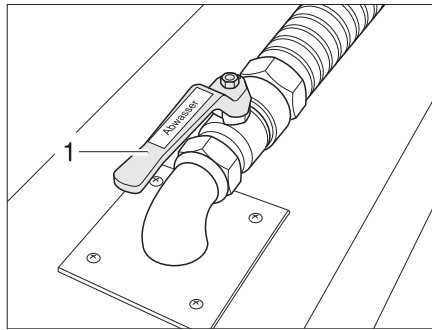

Bild 342 Avloppsventil
Avloppsventilen (Bild 342,2) sitter i dubbelgolvet. Avtappningskranen är svart och märkt med texten "Abwasser" ("Avloppsvatten").
- Öppna avloppsventilen (Bild 342,1). Avloppsvattnet rinner ut.